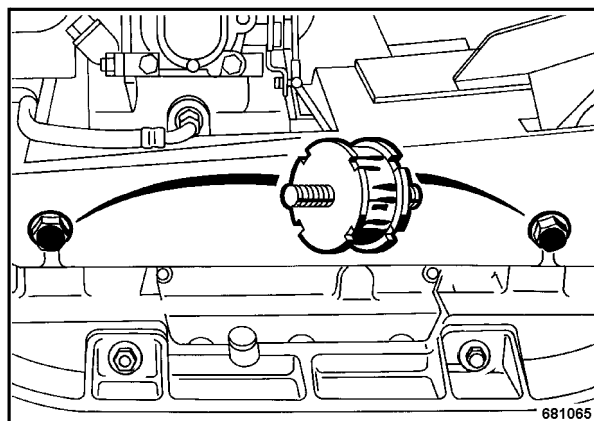

Fig. 6
- Comprobar todos los amortiguadores de goma (Fig. 6) en ambos lados por asiento fijo y estado. Eventualmente cambiarlos.